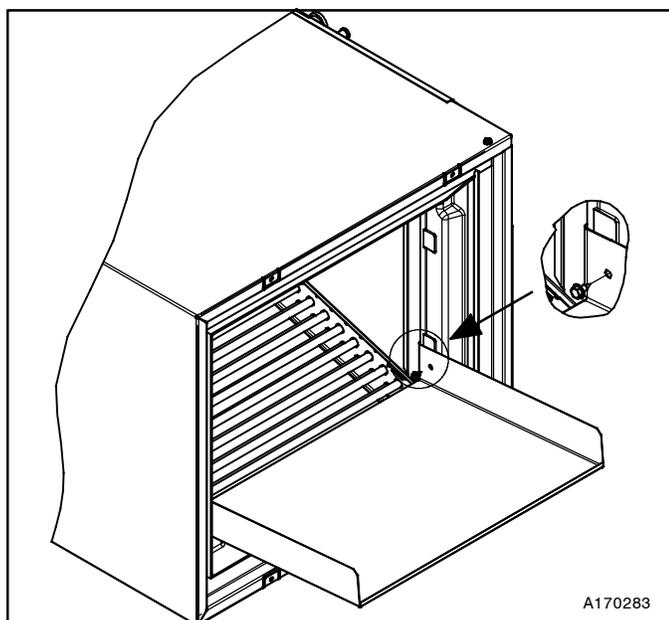

Figure 7 - Vis de montage pour extension du bac d'évacuation des condensats
7. Installez l'extension du bac d'évacuation des condensats inclus et les vis pour deux coins comme illustré à la **Figure 7.**